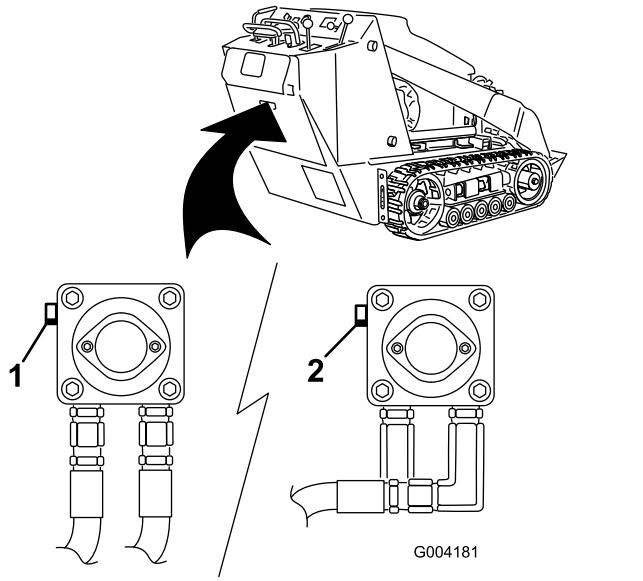

Figura 19
3. Usando una llave inglesa, gire las válvulas de remolcado de las bombas hidráulicas dos vueltas en el sentido contrario a las agujas del reloj (Figura 19).